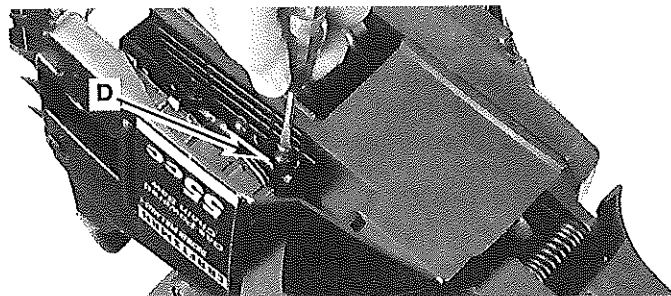

Fig. 11
Su sierra viene equipada con un sistema engrasador automático por engranaje. El engrasador libera automáticamente una cantidad automática de aceite a la barra y la cadena. A medida que aumenta la velocidad del motor también aumenta la liberación de aceite. La cantidad de aceite que se libera puede cambiarse girando la tuerca de ajuste (D) con un tornavis plano como se muestra en la Fig. 11. Gírelo en el sentido de las agujas del reloj para REDUCIR la cantidad de aceite y al revés para AUMENTARLA.